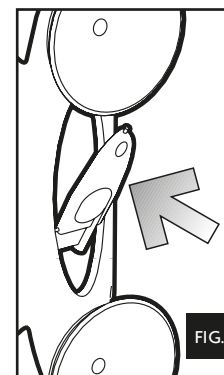

FIG. 5
- c. Enlever l'outillage spécial qui se trouve sur le support des ventouses (fig. 5) ou utiliser une tourne-vis.